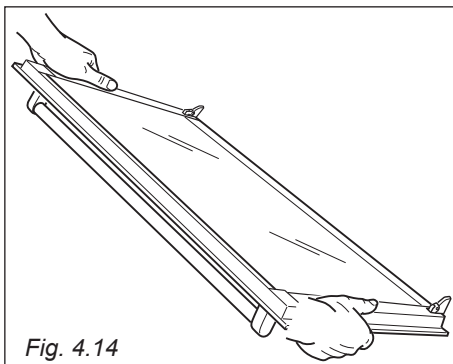

Fig. 4.14
- Afferrare saldamente la porta (fig. 4.14).